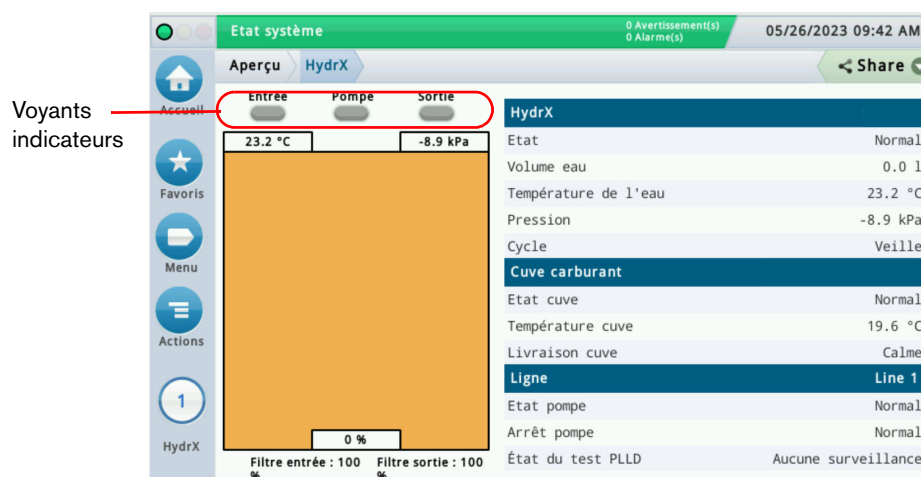

Figure 17. Écran d'aperçu HydrX
1. Touchez **Menu>Aperçu>HydrX** pour ouvrir l'écran d'aperçu HydrX (Figure 17).